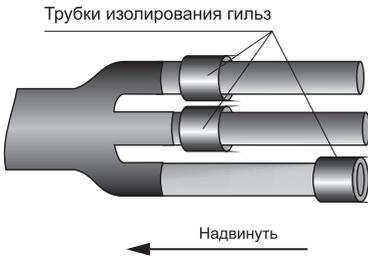

Рисунок 9.
4.20 На жилы одного из кабелей надеть термоусаживаемые трубки для изолирования гильз, сдвинув их к основанию перчатки (рисунок 9).